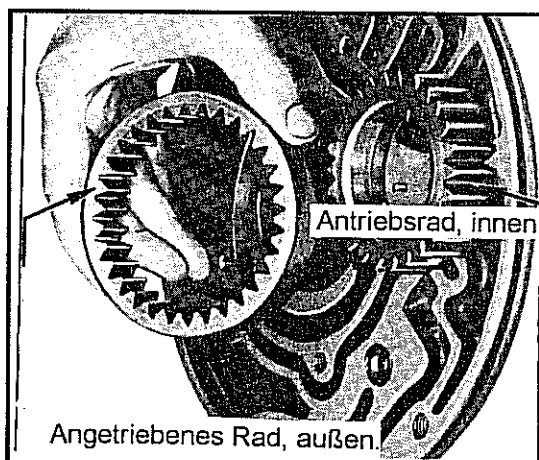

Abb. 10-67 Bauteile der Zahnradölpumpe, Bauart Sichelkammer/Exzenter
- Die Zahnräder der Getriebeölpumpe entfernen und Räder wie den Deckel auf Verschleiß, Abrieb oder Verformung untersuchen. Siehe Abb. 10-67.